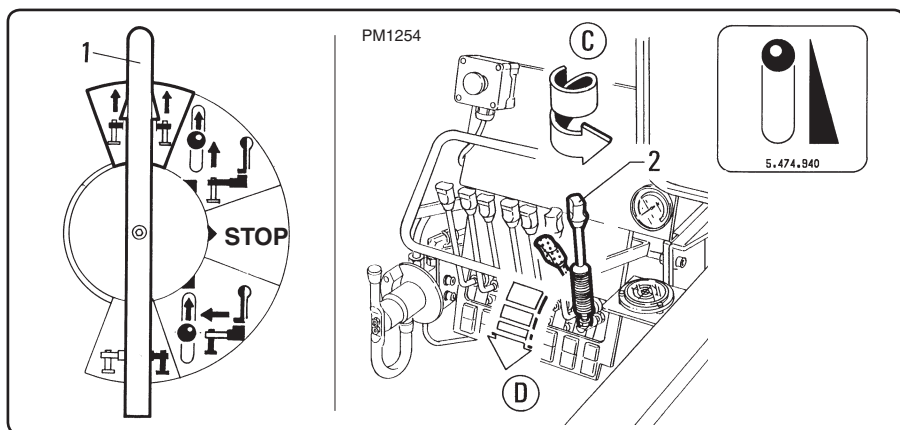

Fig. 6.7.9
- Premere e ruotare la leva "1" fig. 6.7.9 in posizione verticale per selezionare i martinetti stabilizzatori supplementari (se installati).
- *Press and turn lever "1", fig 6.7.9, to vertical position to enable the supplementary outrigger cylinders (if they are fitted).*